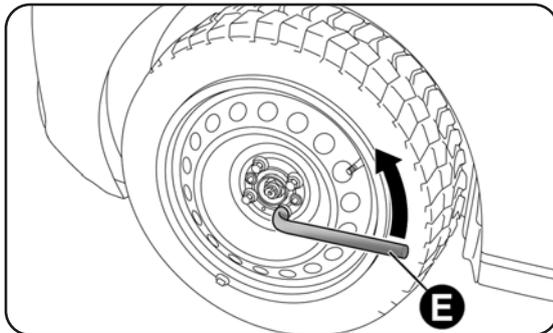

fig. 11
- allentare di circa un giro i bulloni di fissaggio della ruota da sostituire con la chiave in dotazione E-fig. 11;